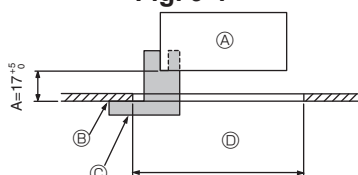
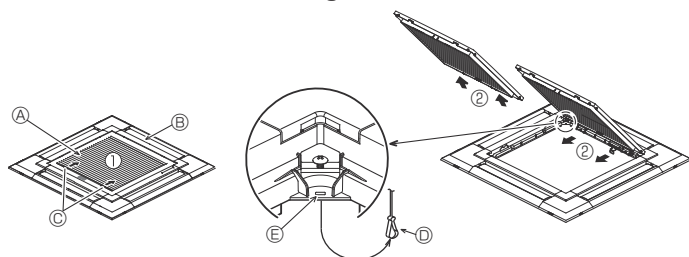
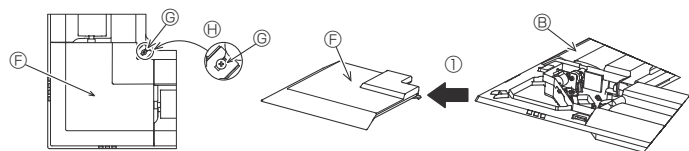

Fig. 9-2
Fig. 9-3
Fig. 9-4
①	Dimensiones de la rejilla	1	950 × 950 (mm)
②	Calibre de instalación	1	(Dividido en 4 partes)
③	Tornillo (4 × 16)	1	para PLP-6EAE, PLP-6EALME, PLP-6EALME
④	Panel angular del i-see sensor	1	para PLP-6EAE, PLP-6EALME, PLP-6EALME
⑤	Controlador remoto inalámbrico	1	para PLP-6EALM, PLP-6EALME
⑥	Soporte del controlador remoto	1	Se incluye si la unidad dispone del mando a distancia inalámbrico.
⑦	Pilas LR6 AA	2	Se incluye si la unidad dispone del mando a distancia inalámbrico.
⑧	Tornillos roscados de 3,5 × 16	2	Se incluye si la unidad dispone del mando a distancia inalámbrico.
9.2. Preparación para conectar la rejilla (Fig. 9-2)
• Con el calibre ② que se entrega con este equipo, ajuste y compruebe la posición de la unidad principal en relación con la superficie del techo. Si la unidad principal no está colocada en el techo de forma adecuada, podrían producirse escapes de aire o generarse condensación.
- Ⓒ Calibre de instalación ② (insertado en la unidad principal)
9.2.1. Extracción de la rejilla de admisión (Fig. 9-3)
• Deslice las palancas en la dirección indicada mediante la flecha ① para abrir la rejilla de admisión.
• Con la rejilla de admisión en posición "abierta", extraiga la bisagra de la rejilla de admisión de la rejilla tal y como se indica mediante la flecha ②.
9.2.2. Extracción del panel angular (Fig. 9-4)
• Afloje los 4 tornillos de la esquina. Deslice el panel angular en la dirección indicada por la flecha ① de la imagen y retirelo.
[Fig.9-3] [Fig.9-4]